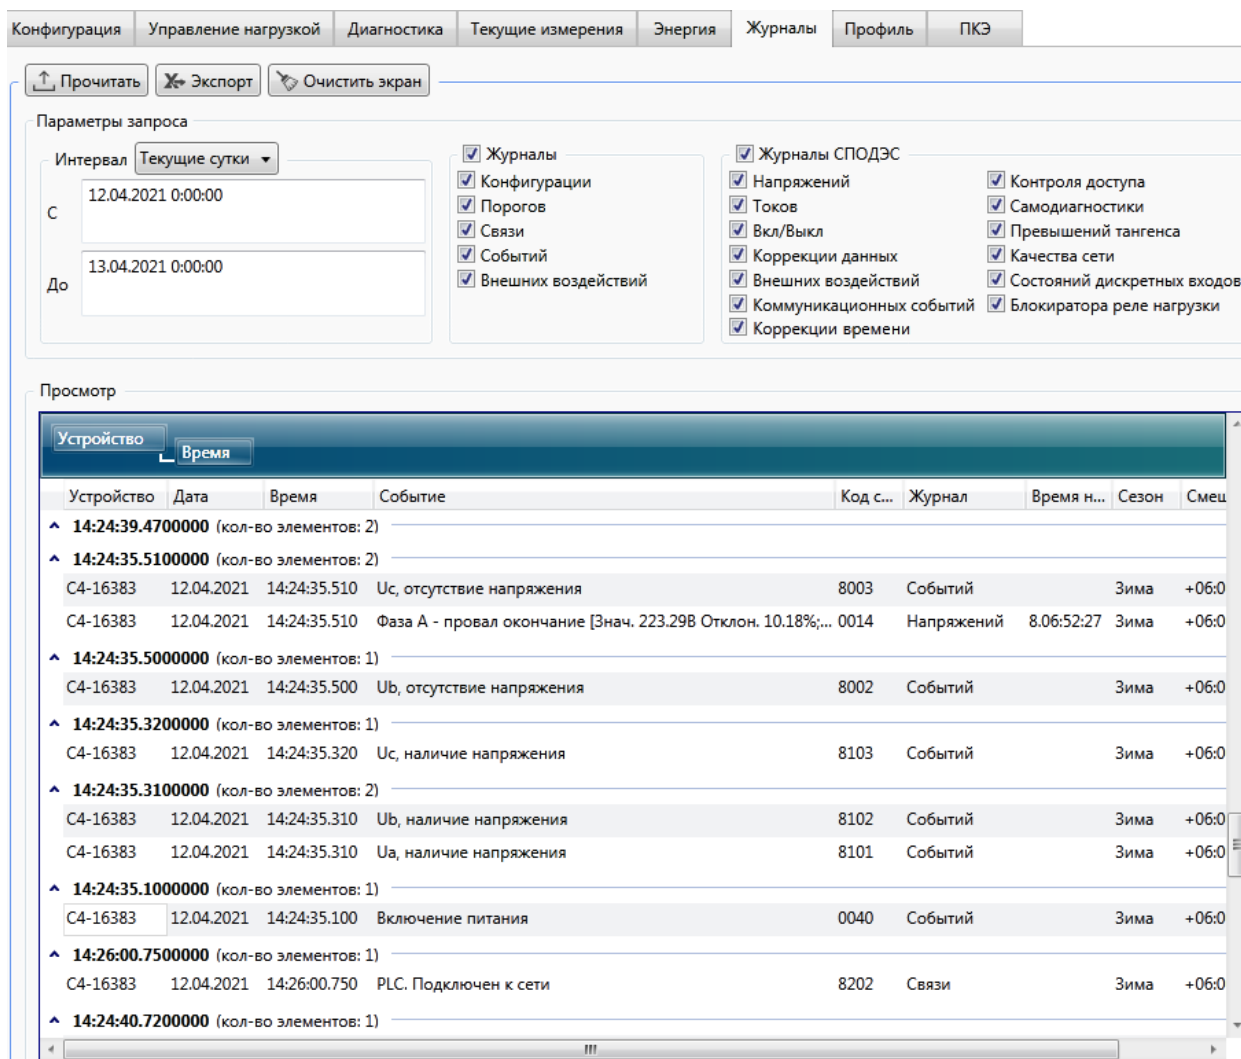

Рисунок 9.49 – Группировка событий журналов по времени
9.6.5.3 Если требуется сгруппировать события, то следует перетащить мышью заголовок столбца, по признакам которого будет производиться группировка, на панель группировки темного цвета над таблицей событий. Допускается группировка по нескольким признакам (рисунок 9.49).